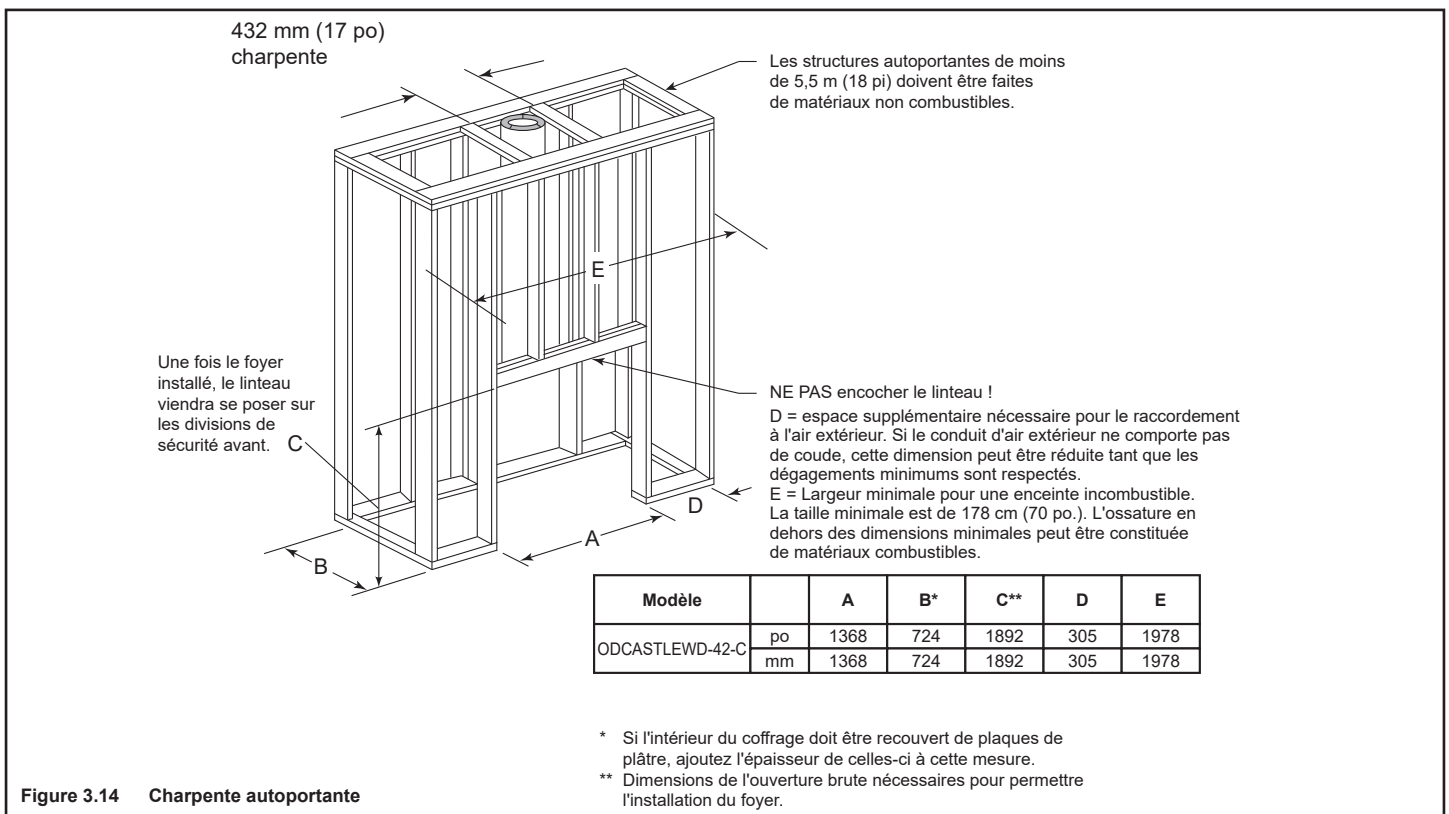

Figure 3.14 Charpente autoportante
• Installations autoportantes (voir la figure 3.14 et 3.15)
Quand vous installez ce foyer en tant que foyer autoportant dans votre cour, il doit être fermé pour empêcher les dommages par impact sur votre foyer. Les applications autoportantes permettent de réduire la longueur minimale de l'évent. Une charpente incombustible et un écran pare-fumée étendu sont nécessaires. Voir le tableau 3.1 et la figure 3.14.